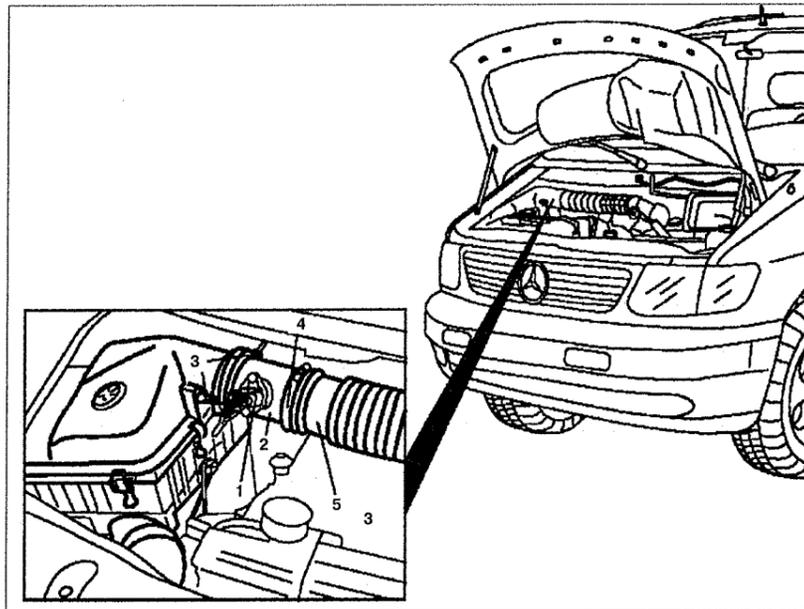

Рис. 3.48. Массовый датчик измерения расхода воздуха:
1. Отсоедините разъем 1 от датчика измерения расхода воздуха (см. рис.3.48).